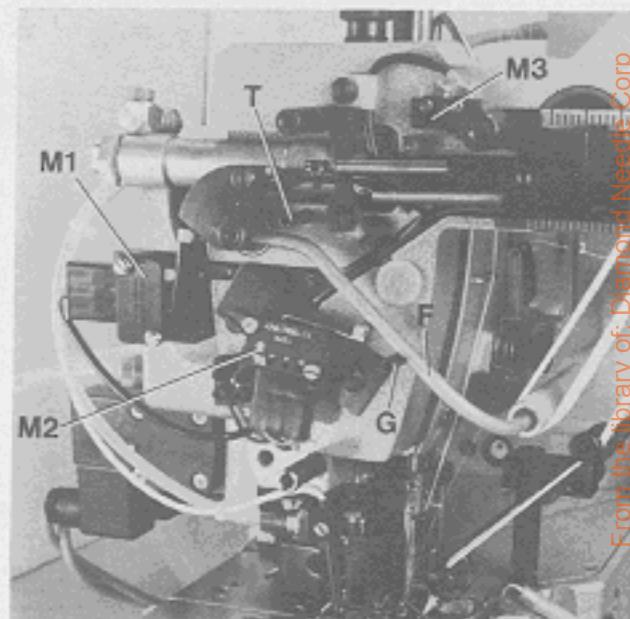

Fig. 58
Micro switch M1, Figs. 58 and 59:
Micro switch M3, Figs. 58 and 60:
Mikroschalter M1, Fig. 58 und 59:
Mikroschalter M3, Fig. 58 und 60:
3. Move actuating lever (F, Fig. 58) between the two stop roll pins (G and T) very slowly up and down. Yet the actuating lever (F) must reach a neutral position between lower and upper roll pin (G and T), where the rotating puller roller of the metering device visibly stops, before it rotates in the opposite direction, when moving the actuating lever further on. I.e. the switching of the micro switches (M1 and M2) is not allowed to overlap! If necessary, reposition micro switches (M1 and M2) slightly. Observe the end play of the roller lever of the switches, as described above.
The actuating lever (F, Fig. 58) effects by switching on and off the motor of the metering device with micro switch (M1), that the required amount of lace respectively elastic is metered exactly under the preset tension.
The second tension can be selected while sewing with a knee valve actuated air cylinder. By the increased spring tension yet the actuating lever (F, Fig. 58) is pressed against stop roll pin (T). Simultaneously micro switch (M2) switches the motor respectively the puller roller of the metering device to rotate in the opposite direction until the second tension is reached, under which lace or elastic is again metered uniformly.
3. Bewegen Sie den Schaltbügel (F, Fig. 58) zwischen den beiden Anschlag-Spannhülsen (G und T) sehr langsam auf und ab. Dabei muß der Schaltbügel (F) zwischen unterer und oberer Spannhülse (G und T) eine neutrale Stellung erreichen, bei der die sich drehende Walze des Zumeßgeräts sichtbar stoppt, bevor sie sich, beim Weiterbewegen des Schaltbügels, in entgegengesetzter Richtung dreht. Das heißt, das Schalten der Mikroschalter (M1 und M2) darf sich nicht überlappen!
Der Schaltbügel (F, Fig. 58) bewirkt durch Ein- und Ausschalten des Motors des Zumeßgeräts mit dem Mikroschalter (M1), daß die benötigte Spitzent- bzw. Gummibandmenge unter der voreingestellten Spannung genau zugemessen wird.
Die zweite Spannung kann während des Nähens mit einem durch Knieventil betätigten Luftzylinder angewählt werden. Der Schaltbügel (F, Fig. 58) wird dabei durch die erhöhte Federspannung gegen die Anschlag-Spannhülse (T) gedrückt. Gleichzeitig schaltet der Mikroschalter (M2) den Motor bzw. die Walze des Zumeßgeräts in die entgegengesetzte Drehrichtung bis die zweite Spannung erreicht ist, unter welcher Spitzent- oder Gummiband wieder gleichmäßig zugemessen wird.